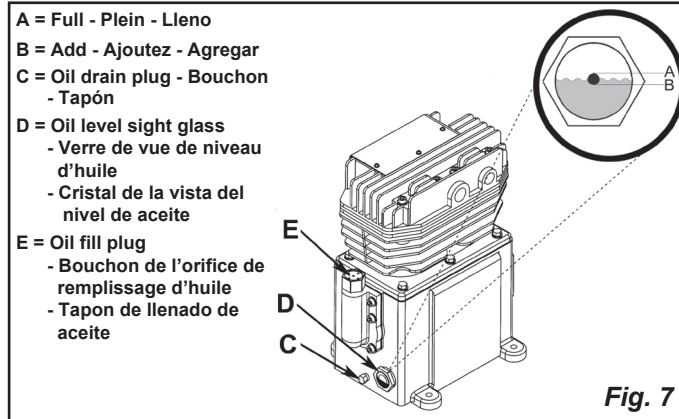

Fig. 7
Check the level of oil in the pump with the sight glass. The pump oil level must be between **A** and **B** (See Fig. 7). Do not overfill or underfill.
Remove the oil plug (**C**) (Fig. 7) and drain the oil until it slows to a drip, then close. Add oil to the pump by first removing the breather plug (**E**). Add oil until the level viewed through the sight glass (**D**) is between FULL (**A**) and ADD (**B**). Never overfill or underfill the pump.
Vérifiez le niveau d'huile dans la pompe grâce au voyant. Le niveau d'huile dans la pompe doit être situé entre les marques A et B (voir Fig. 7). Ne remplissez pas trop, mais remplissez suffisamment.
Retirez le bouchon d'huile (C) (Fig. 7), laissez s'écouler l'huile jusqu'à ce qu'elle s'égoutte puis refermez le bouchon. Retirez le bouchon d'évent (E) avant de faire l'appoint d'huile.